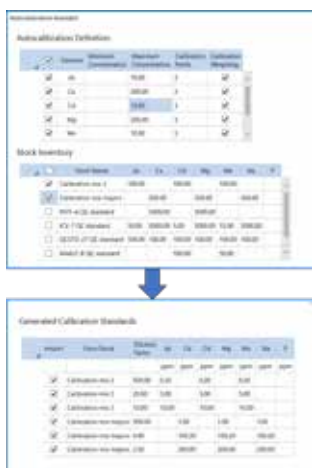

Abbildung 11. Der Autokalibrierungsassistent kann Standards aus einer vorgegebenen Stammlösung herstellen.
- Der Autokalibrierungsassistent (Abbildung 11) kann Kalibrierungsstandards über einen festgelegten Konzentrationsbereich hinweg empfehlen, indem er auf die integrierten Listen der gängigen Stammlösungsstandards zurückgreift. Es berechnet automatisch die Verdünnungsfaktoren, die erforderlich sind, um jeden Standard genau in der geforderten Konzentration herzustellen.